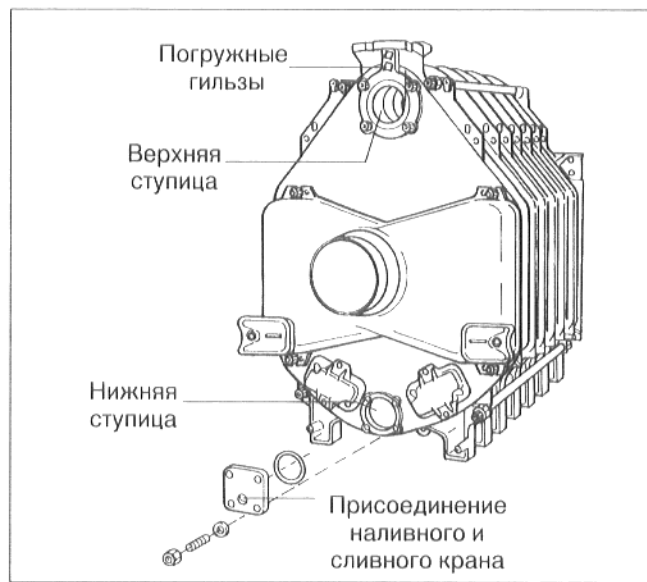

Рис. 15
- Вставить в середине заднего элемента погружную гильзу 3/4" (длина 110 мм) и уплотнить ее (рис. 15).
- Если у одного ниппельного соединения обнаруживается негерметичность, то сначала необходимо спустить воду через наливной и сливной кран (рис. 15).